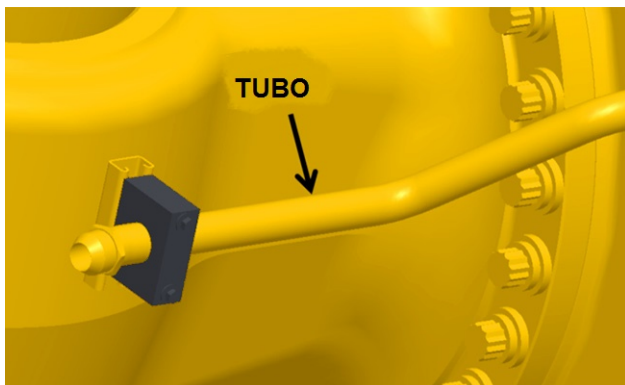

FIGURA 3-29. UBICACIONES DE LA ABRAZADERA
7. Suelte los componentes de la abrazadera y ubique cada abrazadera del tubo cerca de la parte superior del canal, como se muestra en la Figura 3-29.